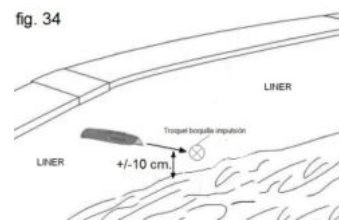

fig. 34
1) Nachdem der Wasserstand +/- 10 cm, Abb. 34, beträgt markieren Sie unter der unteren Ventilante mit einem Filzstift das Loch in der Verschalung und schneiden mit einem scharfkantigen Messer von der Innenwand des Pools in Richtung Außenwand die Verschalung in Kreuzform, ohne dabei über das Stanzloch zu gehen.